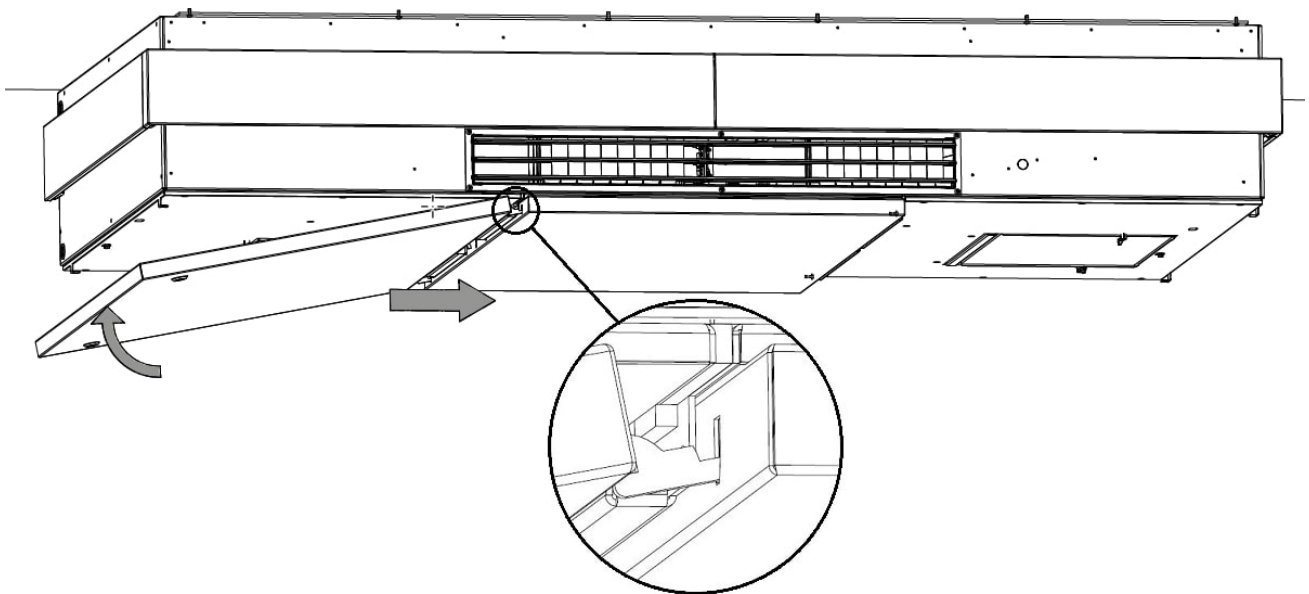

Figur 52: Montera bottenplåten på höger sida
2. Montera bottenplåten med två korta skruvar på vardera sidan, se Figur 52 och Figur 53.